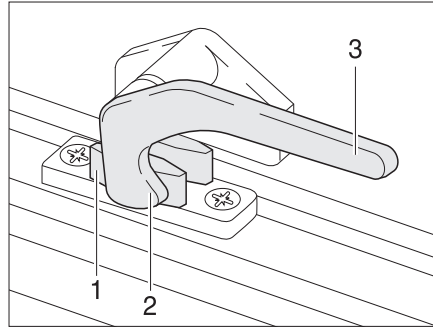

Fig. 56 Palanca de bloqueo en la posición de "cerrado"
- Girar la palanca de bloqueo (Fig. 56,3) un cuarto de vuelta hacia la mitad de la ventana.
- Girar la palanca de bloqueo (Fig. 56,3) un cuarto de vuelta hacia el marco de la ventana. El saliente de bloqueo (Fig. 56,2) se encuentra en la cara interior del bloqueo de la ventana (Fig. 56,1).
- En la posición "cerrada fijamente" (Fig. 56).